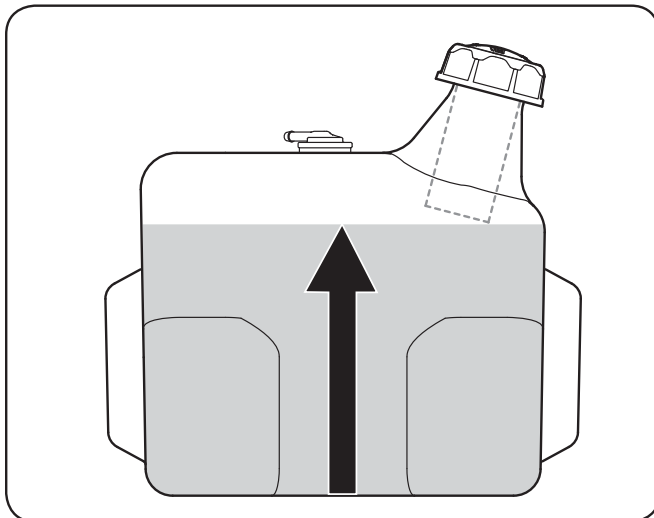

Figure 3-6
**IMPORTANT:** Il est important de NE PAS remplir complètement le réservoir de carburant en faisant le plein. Laissez toujours un espace pour permettre l'expansion du carburant dans le réservoir et pour assurer une bonne ventilation. Autrement, la machine risque de ne pas fonctionner correctement. Faites le plein comme à la Figure 3-6.